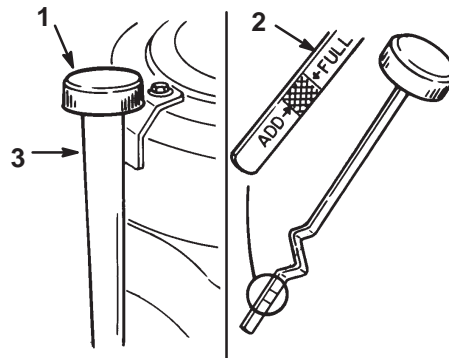

Bild 25
2. Reinigen Sie den Bereich um den Ölpeilstab herum (Bild 25), damit kein Schmutz in den Einfüllstutzen gelangen und so den Motor beschädigen kann.
3. Schrauben Sie den Ölpeilstab los und wischen das Metallende ab (Bild 25).
4. Schieben Sie den Ölpeilstab vollständig in das Einfüllrohr (nicht in das Rohr einschrauben) (Bild 25). Ziehen Sie den Peilstab wieder heraus und kontrollieren das Metallende. Gießen Sie, wenn der Ölstand zu niedrig ist, langsam nur soviel Öl in das Einfüllrohr, dass der Ölstand die "VOLL"-Marke erreicht.
5. Gießen Sie ca. 80 % der angegebenen Ölmenge, Seite 26, langsam in das Einfüllrohr (Bild 25). Kontrollieren Sie dann den Ölstand; siehe Prüfen des Ölstands, Seite 26. Gießen Sie langsam Öl ein, um den Ölstand bis zur "VOLL"-Marke am Peilstab zu bringen.